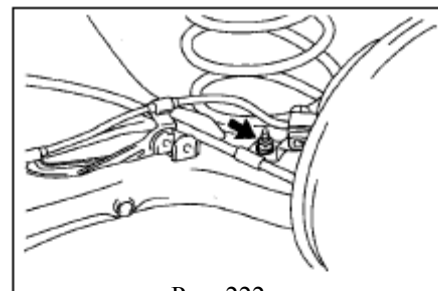

Рис. 222
5. Демонтируйте клапан ограничения давления и левую заднюю тормозную трубку(рис. 222)